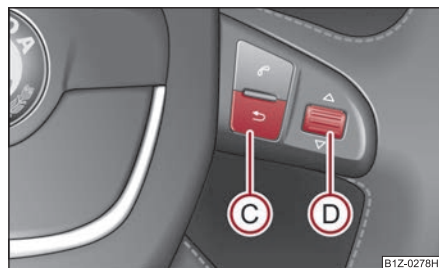

Fig. 29 Display de información: Elementos de mando en el volante multifunción
- **MAIN MENU (MENÚ PRINCIPAL)** se activa pulsando la tecla (C) ⇒ fig. 29 durante más de 1 segundo.
- Girando la rueda moleteada (D) también podrá cambiar los menús. Después de pulsar brevemente la rueda moleteada (D) se indicará el menú seleccionado.
- A través de una breve pulsación de la tecla (C) pasará a un plano superior, pulsando por más de 1 segundo la tecla (C) pasará al **MAIN MENU (MENÚ PRINCIPAL)**.